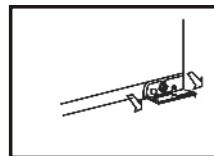

Figure 1
- 1) Poussez le couvercle extérieur (Figure 1) ;